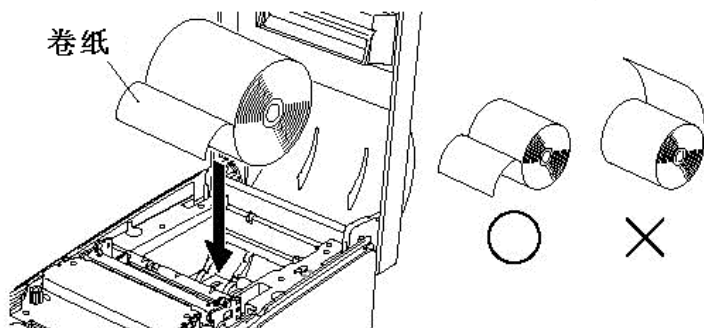

图5-5 放入卷纸
②沿垂直方向切齐卷纸开头段。
③确认打印机电源已打开。
- ④看好卷纸的方向，如图 5-5 般将纸放入